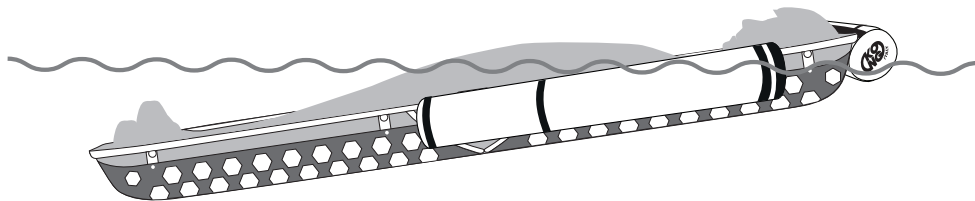

Fig.4
- **Trasporto fluviale (fig. 4)**